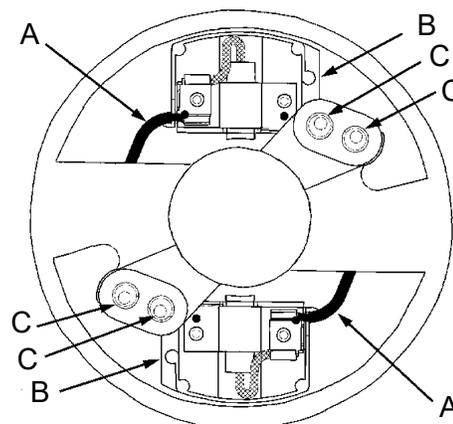

Figure 13
- 3 Pour remplacer les brosses, déconnectez le câble de champ (A) du porte-balai (B). Enlevez ensuite les deux vis et rondelles (C) de fixation du support au boîtier du moteur. Voir la Figure 13.